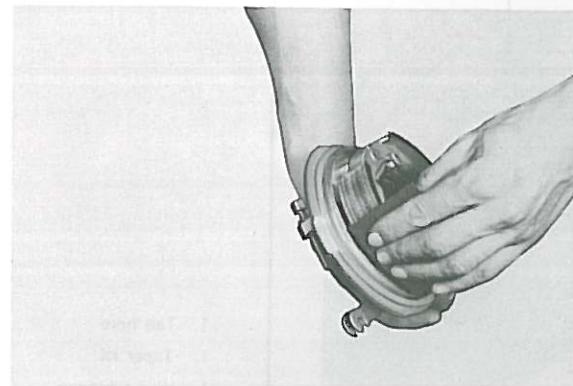

Fig. 5-1-7
2. Remove any glazed areas from brake shoes using coarse sand paper. (Fig. 5-1-7)
2. Si la surface des segments est glacée par endroits, les frotter avec du papier de verre à gros grains. (Fig. 5-1-7)
2. Geglättere Stellen der Bremsbacken mit rauhem Sandpapier aufrauhen. (Fig. 5-1-7)